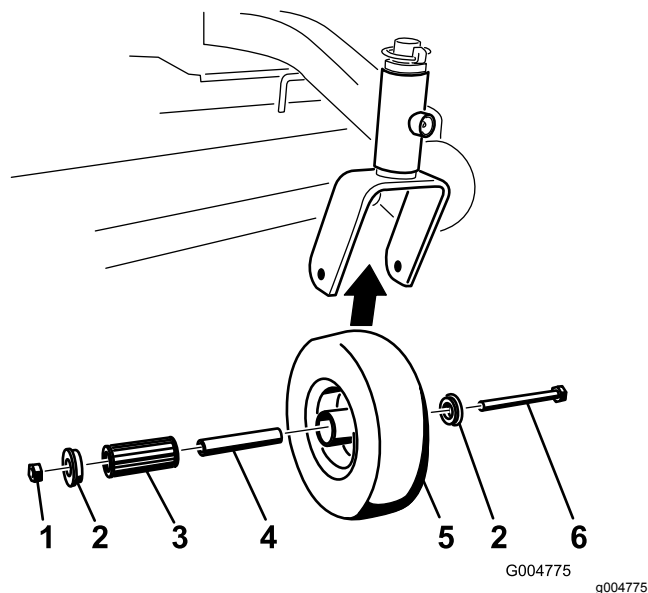

Рисунок 39
1. Отверните контргайку и колесный болт, с помощью которых поворотное колесо крепится к вилке (Рисунок 39).
2. Снимите одну из втулок, затем извлеките распорную втулку и роликовый подшипник из ступицы колеса (Рисунок 39).
3. Извлеките вторую втулку из ступицы колеса и удалите всю смазку и грязь из ступицы (Рисунок 39).
**Примечание:** Замените любые изношенные или поврежденные части (Рисунок 39).
**Примечание:** Смажьте роликовый подшипник и распорную втулку и вставьте их в ступицу колеса. Вставьте вторую втулку в ступицу колеса (Рисунок 39).
внутренней поверхности поворотных вилок (Рисунок 39).